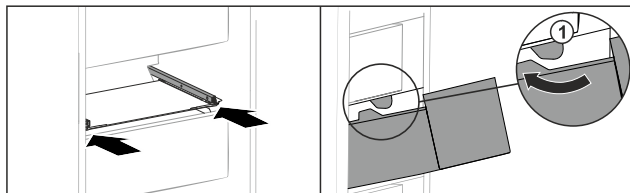

Fig. 236
- Umetnite ladicu oko zaustavljača Fig. 236 (1).